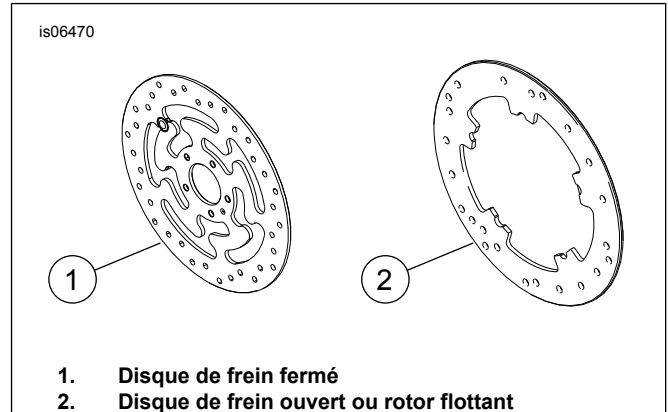

Figure 1. Styles de disque de frein avant
- Vis de disque de frein (Voir Figure 1 et Tableau 1.)